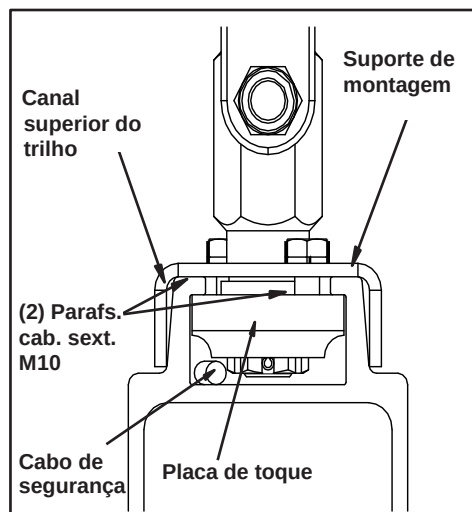

Figura 3-48
- Etapa 2. Coloque o cabo de segurança ao longo da parte inferior do suporte de montagem anexado ao trole. Consulte a Figura 3-48.